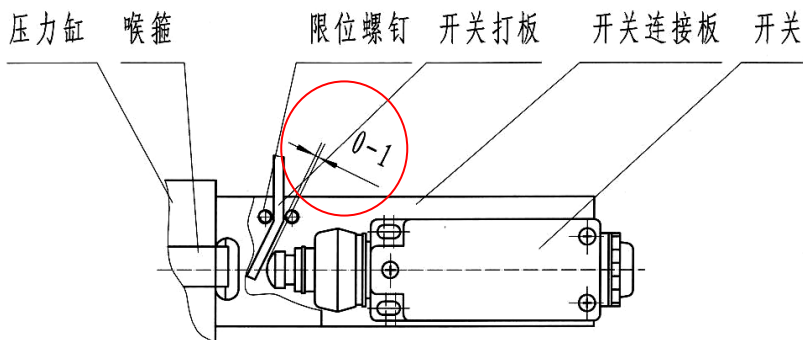

图 4
2.4.1 将开关组件中右侧的限位螺钉拧下,再将整个开关组件(或开关组件中的连接板焊接件)用喉箍连接在压力缸上(不拧紧),按第 4 页图 4 调整开关与开关打板的相对位置后,将喉箍拧紧,并拧上限位螺钉。